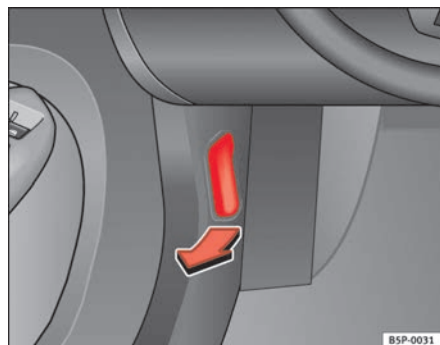

Fig. 160 Dettaglio del vano piedi sul lato del conducente: leva per l'apertura del cofano del vano motore.
- Tirare la leva situata sotto il cruscotto ⇒ **fig. 160** nella direzione indicata dalla freccia. Il cofano si sblocca sotto la spinta di una molla ⇒ .